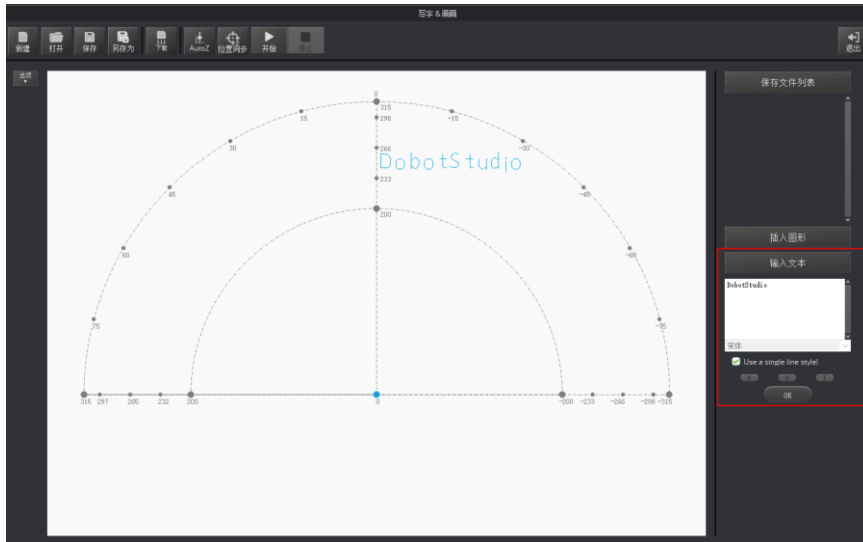

图 5.45 输入文本
- 在“写字 & 画画”页面右下方的“输入文本”区域手动输入文字，并设置文字样式，然后单击“OK”。如图 5.45所示。